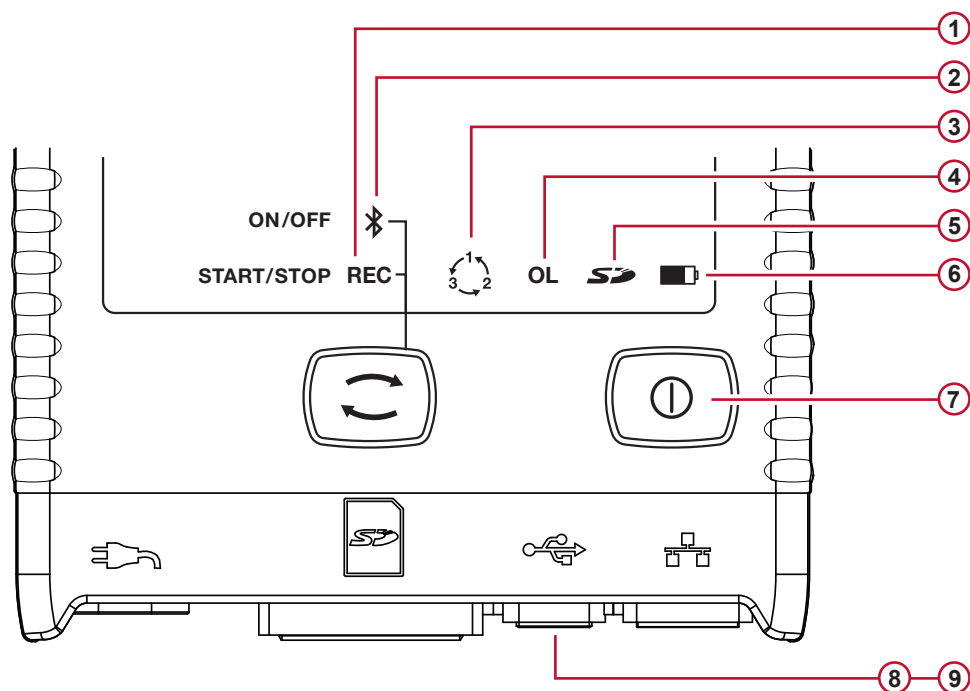

Bild 11
- Grön REC LED (se nr. 1 på Bild 11 bild 11) tänds under 3 s, följt av blå Bluetooth LED (se nr. 2 på Bild 11) under 3 s - efter varandra. Under tiden varje LED lyser kan du kontrollera dess tillhörande funktion som beskrivs nedan.